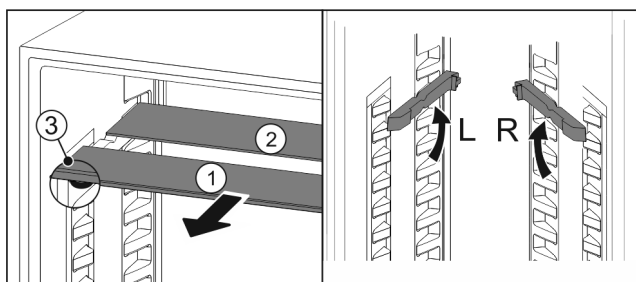

Fig. 131
- ▶ Izvucite Fig. 131 (1) staklene ploče jednu po jednu prema naprijed.
- ▷ Staklena ploča Fig. 131 (1) s ukrasnom letvicom nalazi se sprijeda.
- ▷ Zaustavljači Fig. 131 (3) su usmjereni prema dolje.